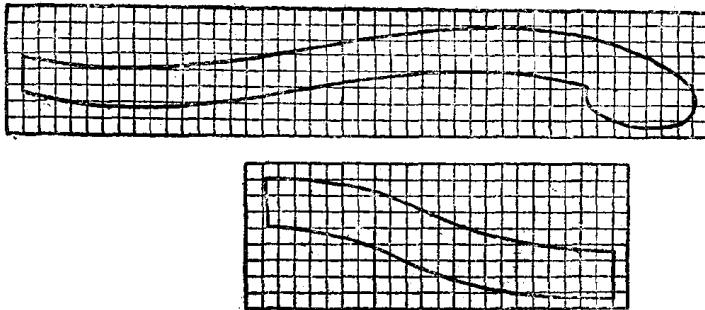

图1 大样图（已经缩小）
**大样图：**家具上常常有曲线形的零件，形状和弯曲都有一定要求，加工比较困难。为了满足加工要求，把曲线形的零件画成和成品一样大小的图形，这就是大样图。在生产中，通常将大样图先复印在胶合板上，然后用锯按线条锯下，制成划线用的样板。为了便于保存或作为交流用，这种一般不能用圆规画出的曲线形状，可以用画在方格纸上的办法加以缩小。图 1 就是扶手椅的扶手和扶手支撑的大样图。图 1 是已经缩小的大样图，在实际应用时，大样图要画成和成品大
小一样。大样图上方格线的格子大小，要根据零件大小和曲线复杂程度决定，一般取5的倍数，应用起来较为方便。图1的方格尺寸就以10毫米见方为一格。